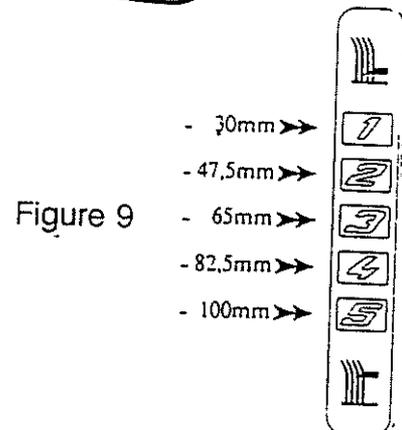

Figure 9
### Levier de réglage de hauteur de coupe (4) (fig.9 et 10)
- La position du levier permet de sélectionner une des 5 hauteurs de coupe, du n°1 correspondant à la hauteur la plus faible, au n°5 pour la hauteur la plus importante (fig.9). La ventilation optimale est obtenue à partir du repère n°3.